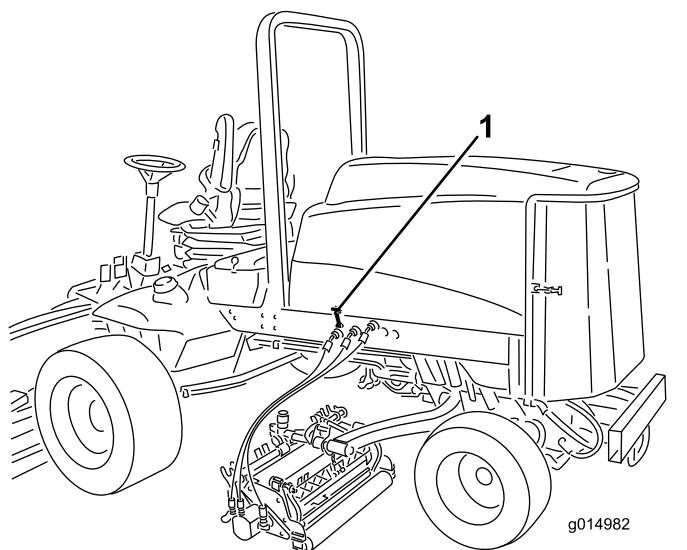

Figura 4
1. Desenganche el cierre del capó del cerradero del capó (Figura 4).